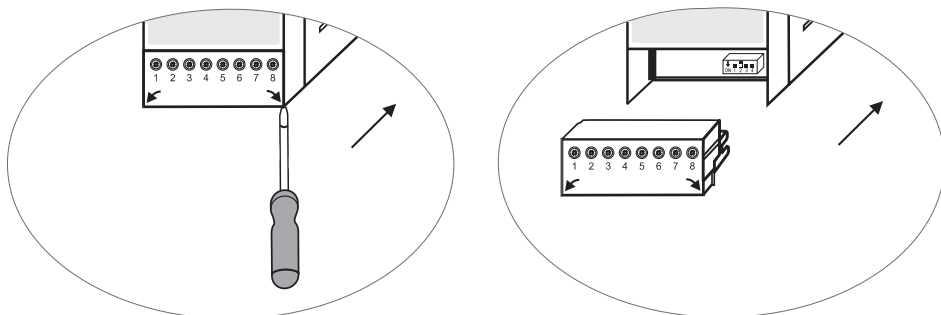

Fig. 8
- Staccare la morsettiera superiore e inferiore (Fig. 8)